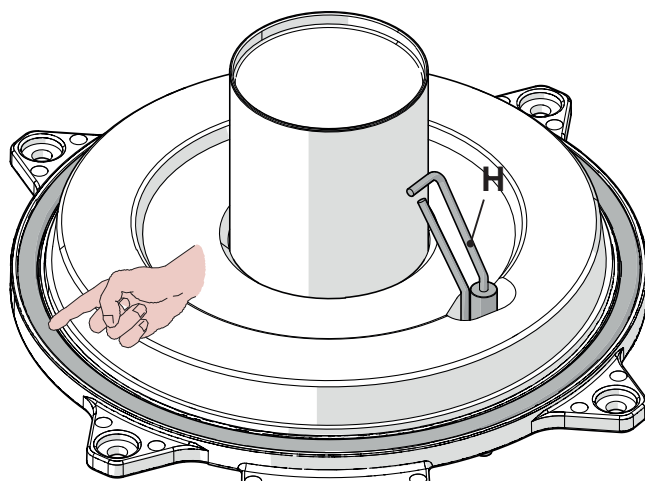

Figura 14.9
- La guarnizione in silicone della parete frontale della camera di combustione Figura 14.9 deve essere cambiata se deteriorata.
- L'elettrodo di accensione/rilevazione **H** in Figura 14.9 funge anche da sensore per il corretto scarico della condensa. Se tale elettrodo viene a contatto con acqua di condensa presente all'interno della camera di combustione manda in blocco